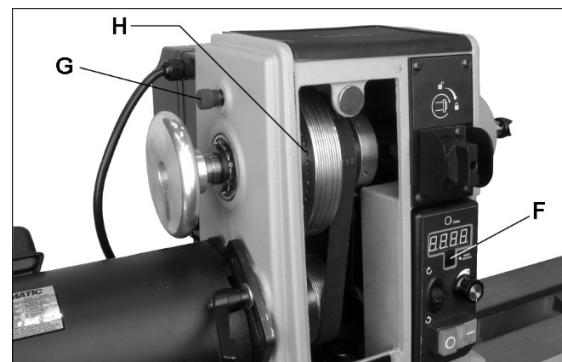

Рис. 8-4
2. Нажмите кнопку установки положения делительного приспособления (F, Рис. 8-4). Режим установки частоты вращения шпинделя на дисплее сменится на режим установки положений делительного приспособления.
3. Проверните заготовку вручную до нужного положения, затем вставьте стопорный штифт (G, Рис. 8-4) и слегка покрутите заготовку, чтобы штифт вошел в отверстие.
4. Закрутите стопорный штифт (G) в переднюю бабку, чтобы заблокировать шпиндель.
6. Нажмите кнопку установки положения делительного приспособления (F), чтобы установить его в начальную точку.
7. Выкрутите стопорный штифт (G), чтобы разблокировать шпиндель, затем поворачивайте заготовку, пока на дисплее не отобразится номер следующего нужного отверстия.